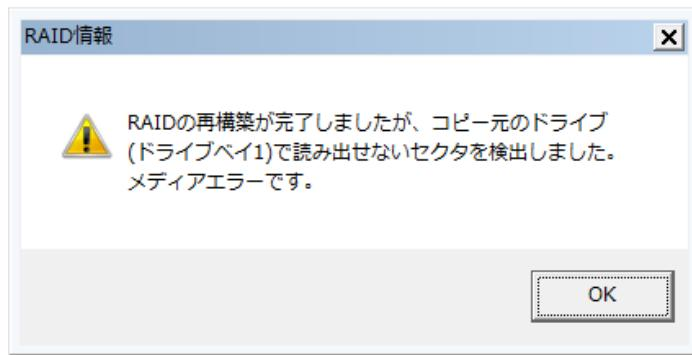

図2-4 メディアエラー発生時のメッセージボックス表示例
(1)～(3)、(7)の詳細については「第4章 ハードウェア状態の確認」を、(5)のメッセージボックスについては下図2-4を、(8)の詳細については「6.1.10 RAID状態取得関数(hfwRaidStat、RaidStat)【Dモデルのみ】」を、(9)の詳細については「5.3 RAID構成制御コマンド(raidctrl)【Dモデルのみ】」を参照してください。